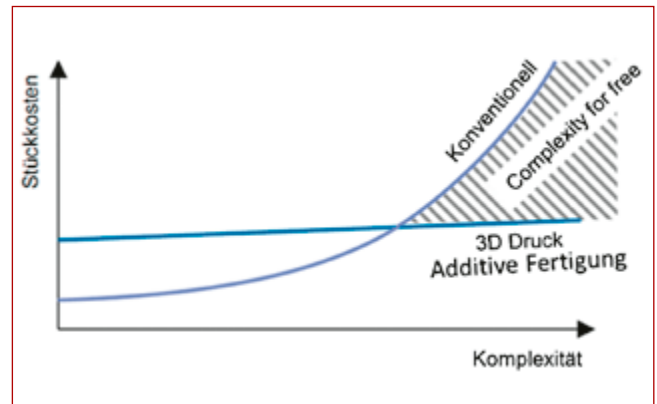

Abb. 1. «Kostenlose» Komplexität durch additive Fertigung nur bei richtiger Anwendung
Gegenüber der herkömmlichen subtraktiven Fertigung bietet die additive Fertigung (AF) direkt aus dem CAD-Modell diverse Vorteile. Komplexe Strukturen im Leichtbau für die Luft- und Raumfahrt, patientenspezifische Produkte in der Medizin- und Dentaltechnik, aber auch spezielle Kundenwünsche in der Schmuckindustrie sind einfach herstellbar. Die funktionale Integration ist ein weiterer Vorteil, der zu einem zusätzlichen Wert, einem «added Value» führt; beispielsweise durch konturnahe Kühlung zur Reduktion der Zykluszeiten beim Spritzgossen oder in Baugruppen zur Bauteilreduzierung. «Complexity for free»: Das ist eines der vielversprechenden Argumente für die additive Fertigung (Abbildung 1). Die Fertigungskosten eines Bauteils nehmen mit Erhöhung der Komplexität bei der konventionellen im Gegensatz zu der additiven Fertigung zu. Nur wer die innovativen AF-Technologien richtig beherrscht, kann diese optimal einsetzen und auf dem Markt erfolgreich sein.